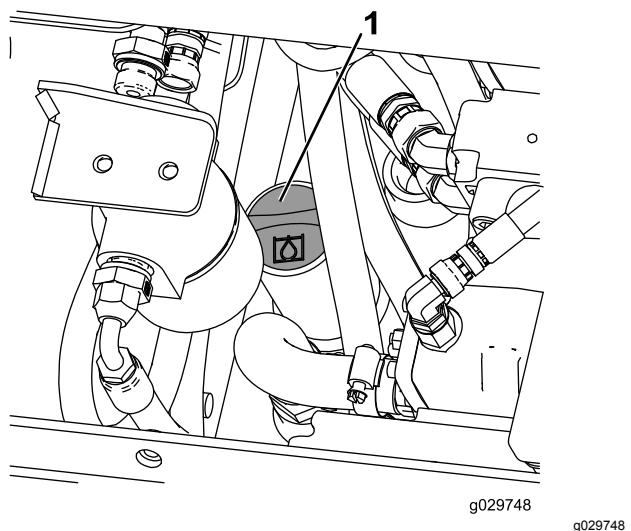

Figura 27
7. Pulite la zona intorno al collo del bocchettone del serbatoio idraulico (Figura 27).